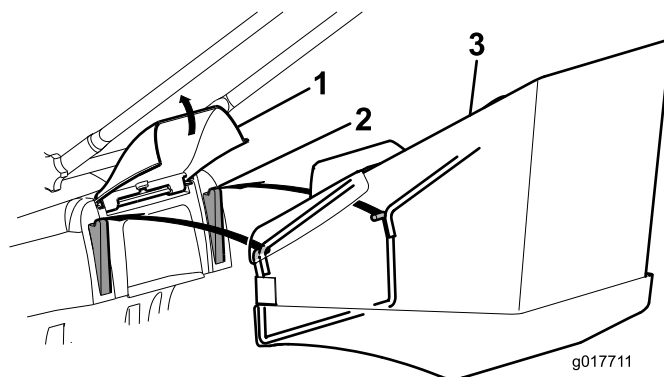
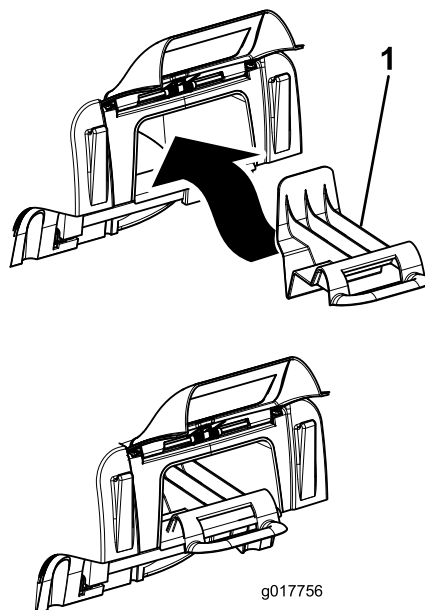

Figura 14
Figura 15
1. Alzate lo sportello posteriore, rimuovete il tappo mulching (Figura 15) e montate il cesto di raccolta sulle sporgenze (Figura 14).
Nota: Per passare da raccolta a riciclaggio, rimuovere il cesto di raccolta, sostituite il tappo mulching che avevate rimosso al passaggio 1 e abbassate lo sportello posteriore (Figura 15).